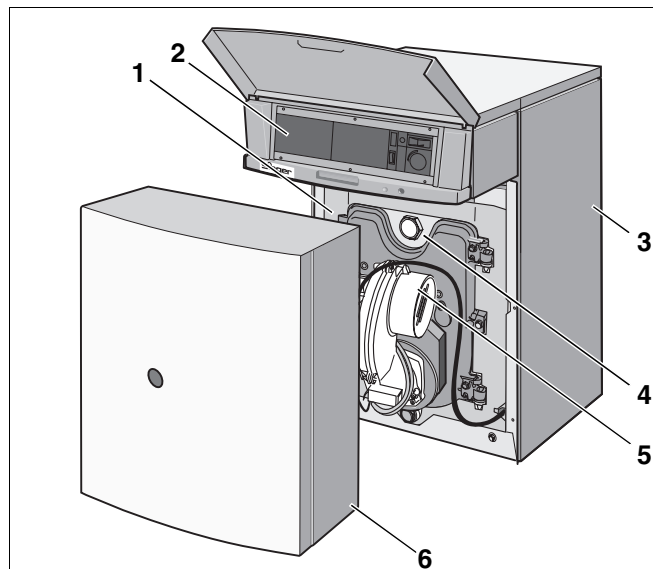
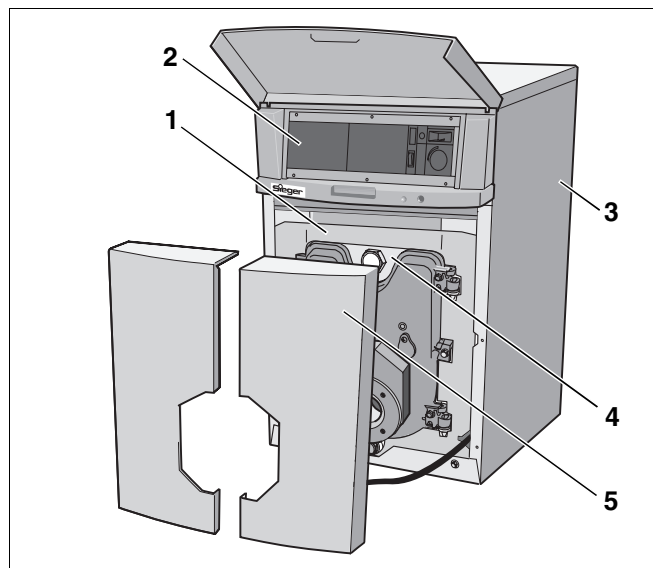

Abb. 1 Öl-/Gas-Spezialheizkessel TG 11 BE mit integriertem Brenner
Abb. 2 Öl-/Gas-Spezialheizkessel TG 11
Der Öl-/Gas-Spezialheizkessel TG 11 BE (Abb. 1) ist werkseitig mit einem Brenner (Abb. 1, **Pos. 5**) ausgestattet.
Den Öl-/Gas-Spezialheizkessel TG 11 (Abb. 2) bestückt der Fachhandwerker mit einem zum Heizkessel passenden Brenner.
Die Hauptbestandteile des Öl-/Gas-Spezialheizkessels TG 11 BE (Abb. 1) und des Öl-/Gas-Spezialheizkessels TG 11 (Abb. 2) sind:
- Kesselblock (Abb. 1 und Abb. 2, **Pos. 4**) und Brenner (Abb. 1, **Pos. 5**).
- Kesselmantel (Abb. 1 und Abb. 2, **Pos. 3**), Wärmeschutz (Abb. 1 und Abb. 2, **Pos. 1**) und Brennerhaube (Abb. 1, **Pos. 6**) bzw. Brennertürverkleidung (Abb. 2, **Pos. 5**).
- Regelgerät (Abb. 1 und Abb. 2, **Pos. 2**).